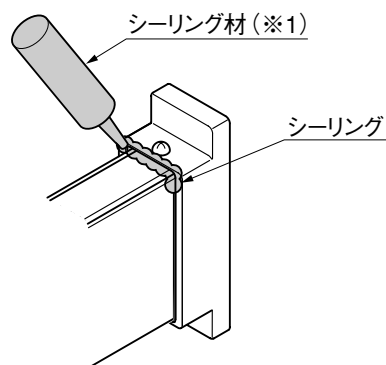
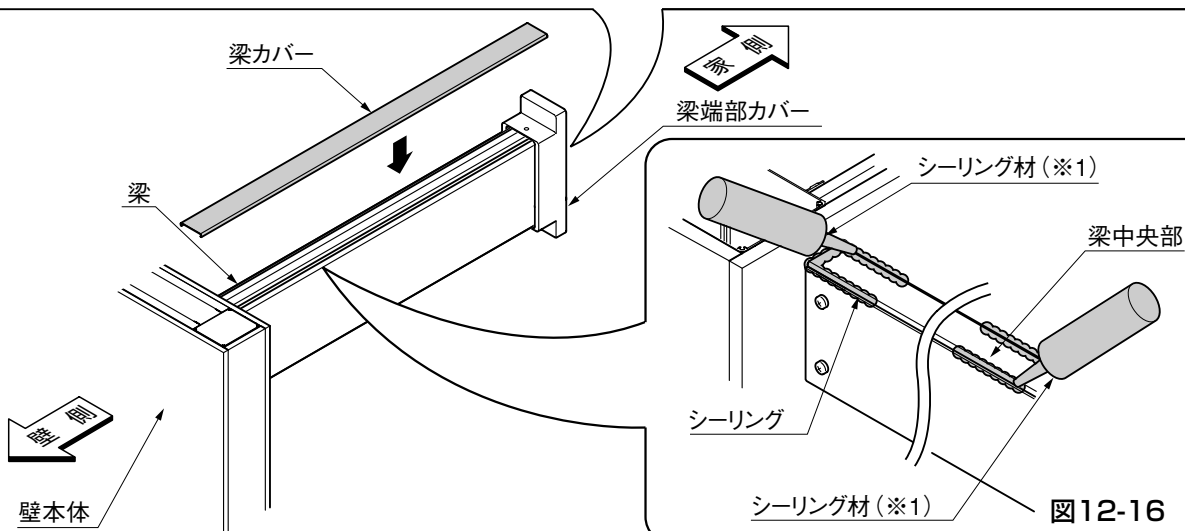

図12-15
図12-16
- ⑤ 梁端部カバーと梁カバーにシーリングしてください。(図12-15、図12-16参照)
- 梁カバーは、後のオプション取付け等を考慮して緩めのかん合となっていますので梁中央部でシーリングを行い梁カバーを固定してください。(図12-16参照)